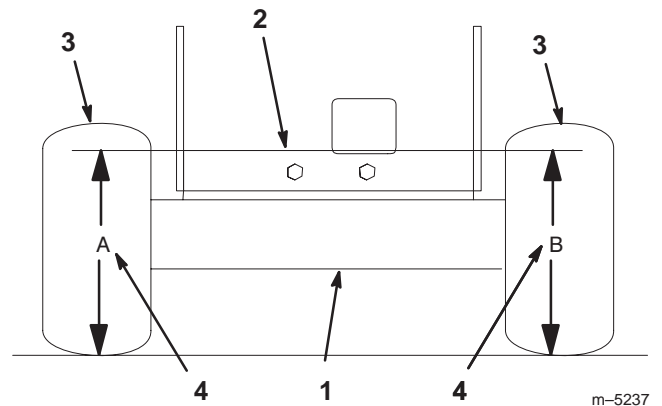

Bild 46
3. Messen Sie die Höhe des Motorchassis an Stelle "A" (Bild 46).
4. Messen Sie die Höhe des Motorchassis an Stelle "B" (Bild 46).